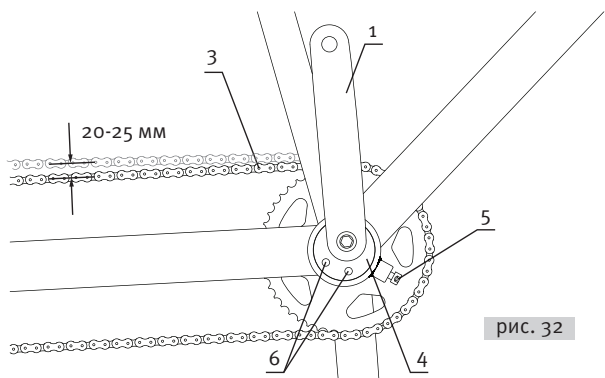

рис. 32
Синхронизирующая цепь должна быть установлена таким образом, чтобы шатуны водителя и пассажира находились в одинаковом положении (рис. 31). Натяжение синхронизирующей цепи тандема регулируется с помощью переднего эксцентрикового кареточного узла (4) (рис. 31), (рис. 32).
С помощью ключа, вставляя его в отверстия (6), вращать эксцентрик до тех пор, пока цепь не достигнет необходимого уровня натяжения (рис. 32).